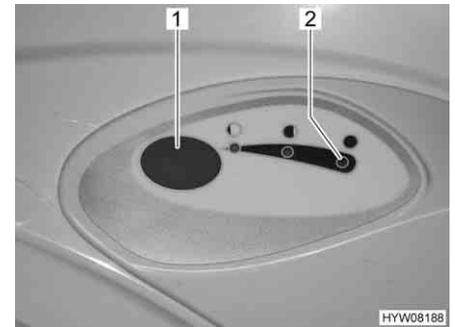

Fig. 248 Botón del inodoro/luz de control del inodoro Thetford
- Para lavar, pulsar el botón del inodoro azul (Fig. 248,1).
La luz de control (Fig. 248,2) se enciende cuando es necesario vaciar el depósito de aguas fecales.